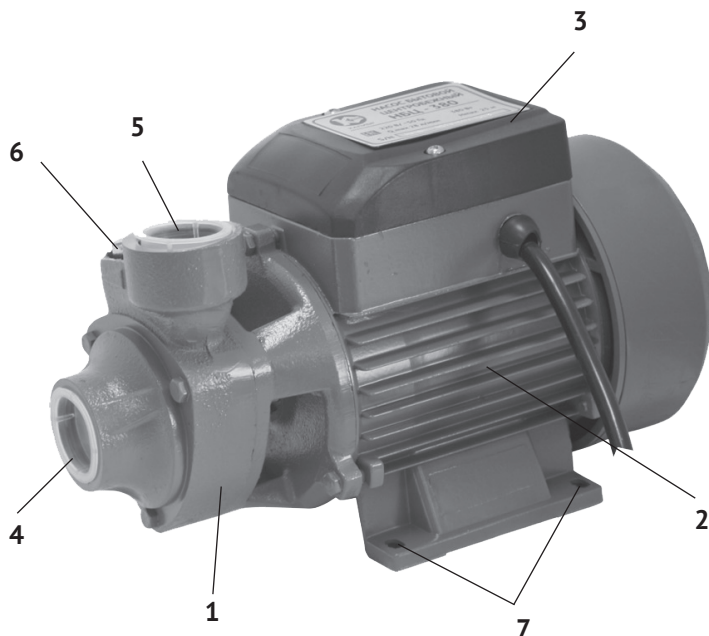

рис. 1
Насос – гидравлическая машина, преобразующая механическую энергию приводного двигателя в энергию жидкости, обеспечивающую её движение. Привод насоса осуществляется однофазным асинхронным двигателем переменного тока (рис.1 поз.2). На якорь двигателя крепится латунное рабочее колесо (крыльчатка) насоса, расположенное в металлическом корпусе (рис.1 поз.1). На корпусе насоса стрелкой указано направление вращения рабочего колеса. Входное (всасывающее рис.1 поз.4) и выходное (нагнетающее рис.1 поз.5) отверстия имеют внутреннюю резьбу 1 дюйм трубный (G1). В комплект поставки входят 2 штуцера для присоединения труб (шлангов) с резьбой 3/4".
1.6 Общий вид насоса представлен на рис.1
- для уменьшения вибрации рекомендуется закрепить насос (болтами, саморезами), используя 4-е отверстия в лапках опоры (рис.1 поз.7);
- после электрического подсоединения, блок управления (рис.1 поз.3) должен быть плотно закрыт, чтобы избежать попадания в него влаги;
- выкрутить пробку заливного отверстия (рис.1 поз.б);